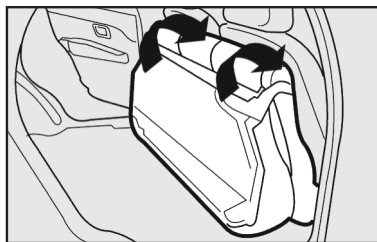

fig. 108
5) Em seguida, rebater o banco traseiro inteiro para a frente de maneira a obter uma única superfície de carga **fig. 108**.
Para repor o banco na posição normal - fig. 108: